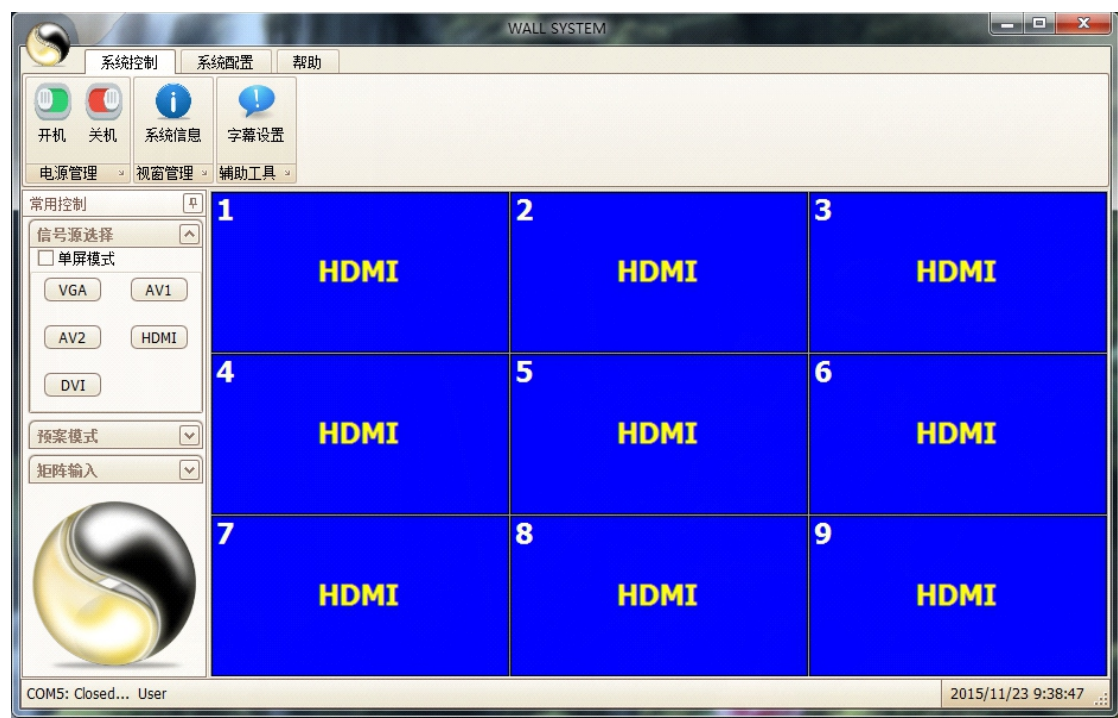

图1.3.1
1.3 双击  FirstRun.bat ,将自动检测系统环境,并安装启动软件在启动过程中可能会出现电脑防火墙的安全信息,如图1.3.1:
按图1.3.1中第一步点击“更多”,选择“允许程序所有操作”。